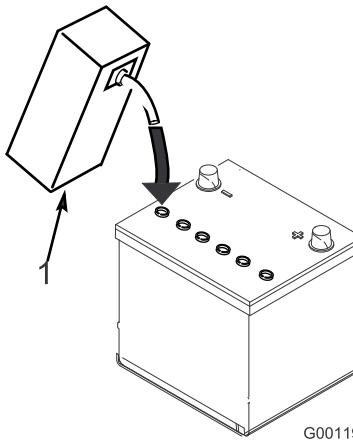

Figura 4
4. Espere aproximadamente 20 – 30 minutos para que el electrolito penetre en las placas. Rellene según sea necesario para que el electrolito llegue a una distancia de aproximadamente 6 mm del fondo del hueco de llenado (Figura 4).
3. Llene cuidadosamente cada celda con electrolito hasta que las placas estén cubiertas de aproximadamente 6 mm de fluido (Figura 4).